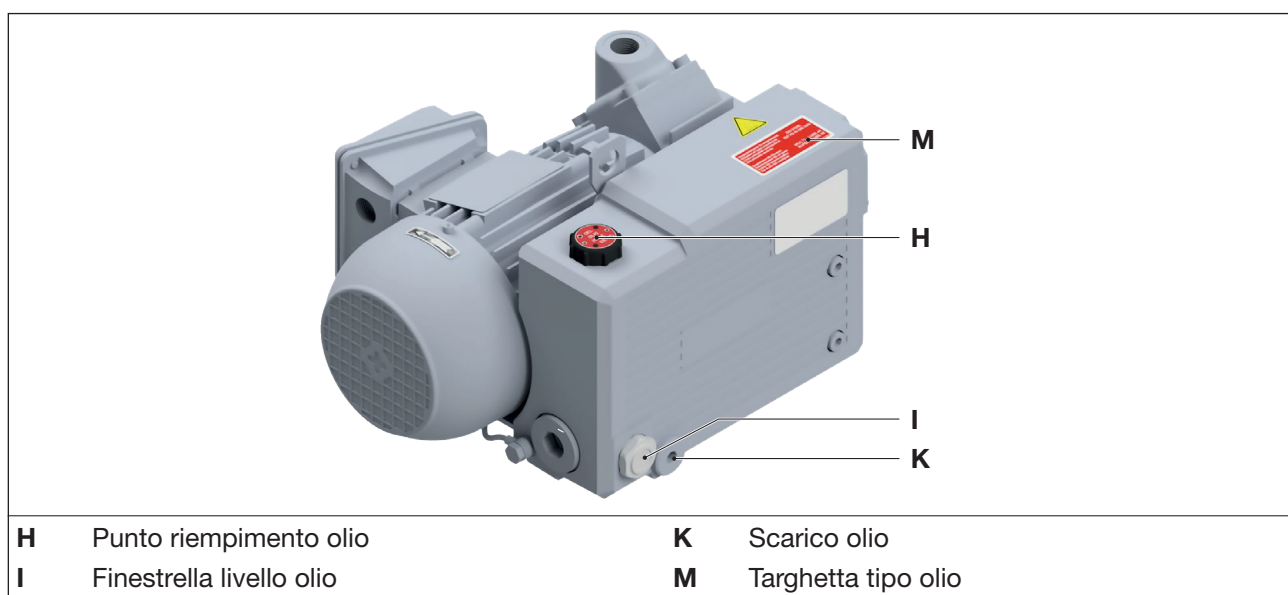

Fig. 7 Sostituire l'olio
Come mezzo di esercizio consigliamo l'uso dei seguenti oli Elmo Rietschle, vedi anche targa olio consigliati (Fig. 7/M) e Tab. 3 a pagina 29:
- Aprire il tappo del bocchettone di riempimento dell'olio (Fig. 7/H) e riempire l'olio fino al bordo superiore della finestrella livello olio (Fig. 7/I).
- Aprire la vite di sfiato (Fig. 7/H) e il punto di scarico dell'olio (Fig. 7/K) e scaricare completamente l'olio esausto.
- Chiudere il bocchettone di scarico dell'olio (Fig. 7/K) e riempire di olio nuovo attraverso il bocchettone di riempimento dell'olio (Fig. 7/H).
- Controllare il livello dell'olio attraverso le finestrelle di ispezione (Fig. 7/I).
- b) Allentare le due viti (Fig. 7/s₃) sul coperchio di soffiaggio (Fig. 7/T) e rimuoverlo, compresa la guarnizione, dalla pompa.
- c) Svitare gli elementi separatori aria-olio (Fig. 7/L) in senso antiorario con una chiave ad anello (dimensione della chiave 10 mm) e smaltirli in modo ecologico.
- d) Controllare l'O-ring (Fig. 7/d) del nuovo separatore aria-olio sia correttamente posizionato e oliarlo leggermente.
- e) Inserire il nuovo elemento separatore aria-olio (Fig. 7/L) e avvitarlo in senso orario.
- f) Montare il coperchio di soffiaggio (Fig. 7/T) usando le due viti (Fig. 7/s₃) . Coppia: 6 Nm